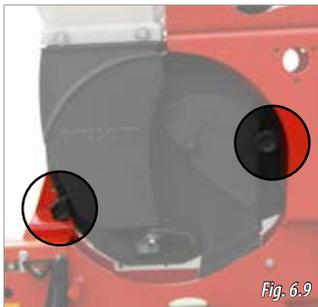

Fig. 6.9
- 1 - Allentare i 2 perni di fissaggio per estrarre il coperchio dalla sua posizione (Fig. 6.9).